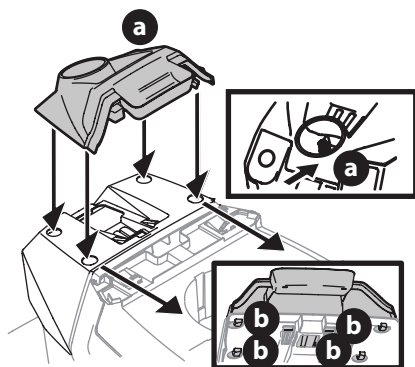

Figura 7
1. Para instalar la cubierta del tablero (a), alinee las lengüetas (b) de la cubierta del tablero (c) con los orificios de la parte superior del tablero como se muestra en la Figura 7.
2. Coloque las lengüetas (b) en los orificios de la parte superior del tablero y empuje hacia adelante (c) la cubierta del tablero (a) para trabarla en su lugar (Figura 7).